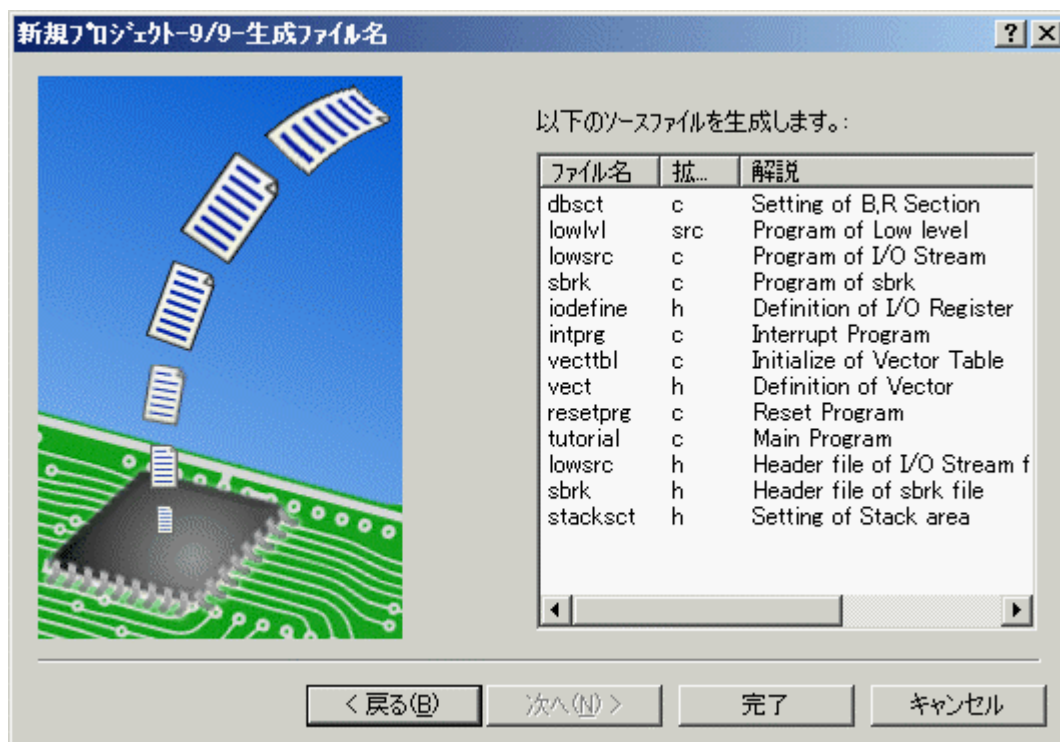

図 2.10 生成ファイル名変更画面 (Step9)
Step8画面で [Next >] をクリックすると、図 2.10に示す画面を表示します。この画面で、これまでの設定によりHEWが生成するファイルをリストに表示します。リストの [File Name] 列はファイル名を、[Extension] 列は拡張子を、[Description] 列はファイルの説明を表示しています。ファイル名は、変更することができます。変更したい場合は、ファイル名を選択してクリック後、入力してください。